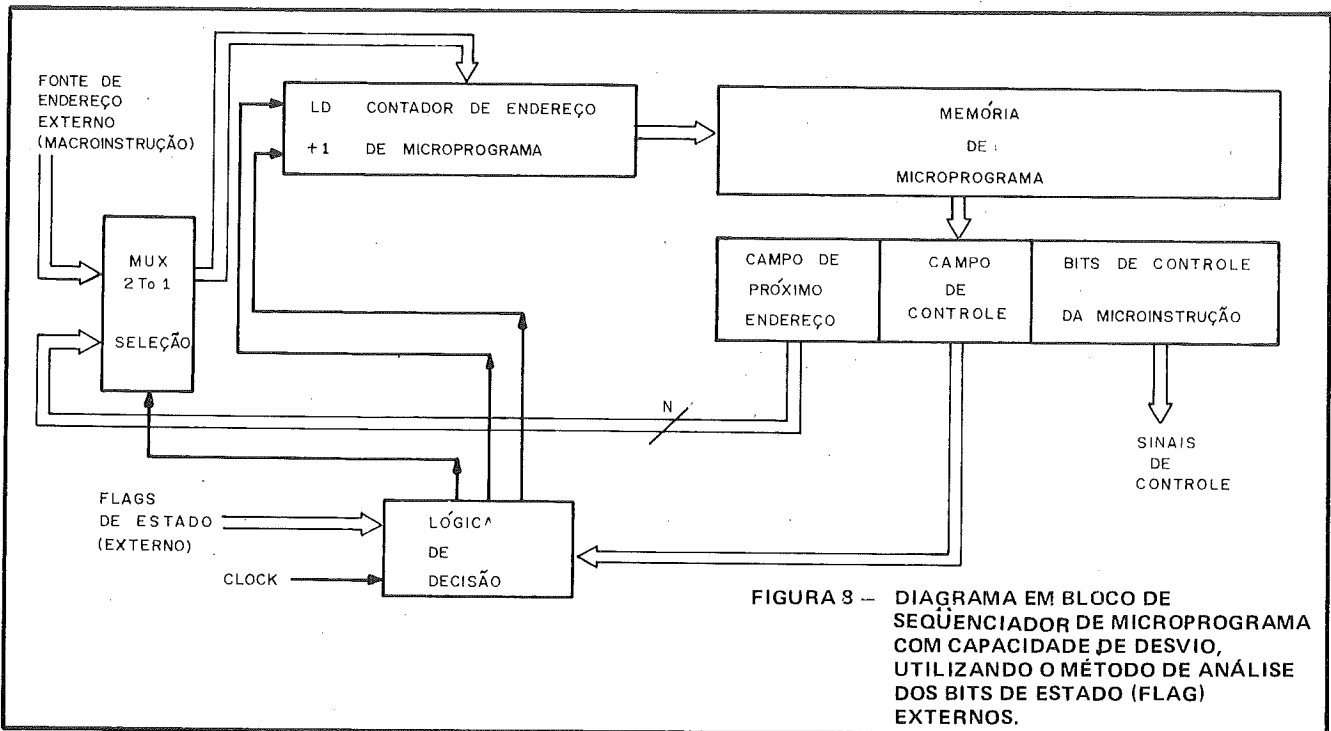

**FIGURA 7 – MODIFICAÇÃO NO SEQUENCIADOR DE MICROPROGRAMA USANDO CONTADOR PARA PERMITIR CAPACIDADE DE SIMPLES DESVIO CONDICIONAL.**
Já que os dois esquemas anteriores não apresentam a capacidade para execução de desvio condicional (necessário para a execução repetida de **loops**), seqüenciadores de microprogramas podem ser usados para seqüenciamento com capacidade limitada de desvio condicional. A técnica de modificação do contador, mostrada na figura 7, pode implementar uma simples facilidade de desvio condicional, onde as microinstruções contêm um **bit de controle especial**. Se este bit de controle é zero, o endereço do contador de microprograma é incrementado de uma unidade. Se, contudo, o bit de controle for um, então o endereço do contador de programa estará liberado (LD) e o próximo endereço (que poderá ser um desvio) contido na microinstrução é carregado paralelamente no endereço do contador de microprograma. Como extensão do que foi mencionado anterior-